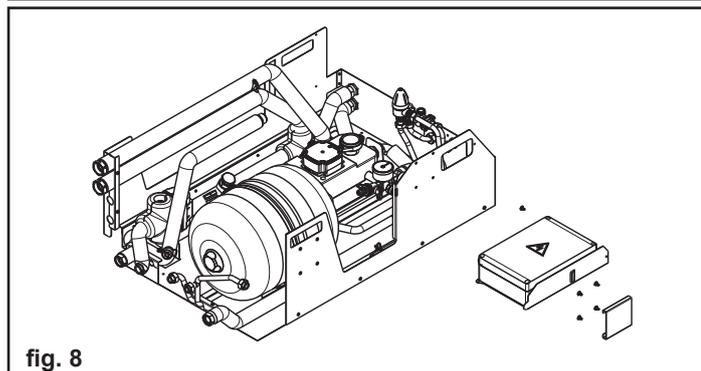

fig. 8
- Posizionare il gruppo distribuzione ibrido analogico su una superficie piana per evitare di danneggiare i vari componenti preassemblati (fig. 8).